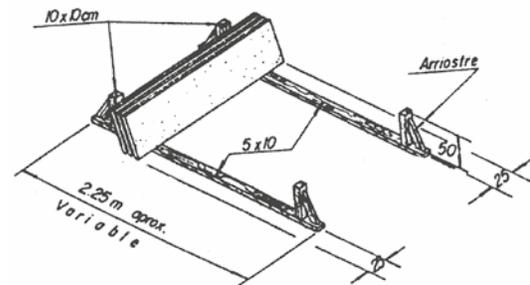

Figura 9.47 Almacenamiento de baldosas
- Las baldosas deben almacenarse de canto sobre piezas de madera semidura de 5 cm x 10 cm, con soportes verticales adecuados en los extremos (figura 9.47).